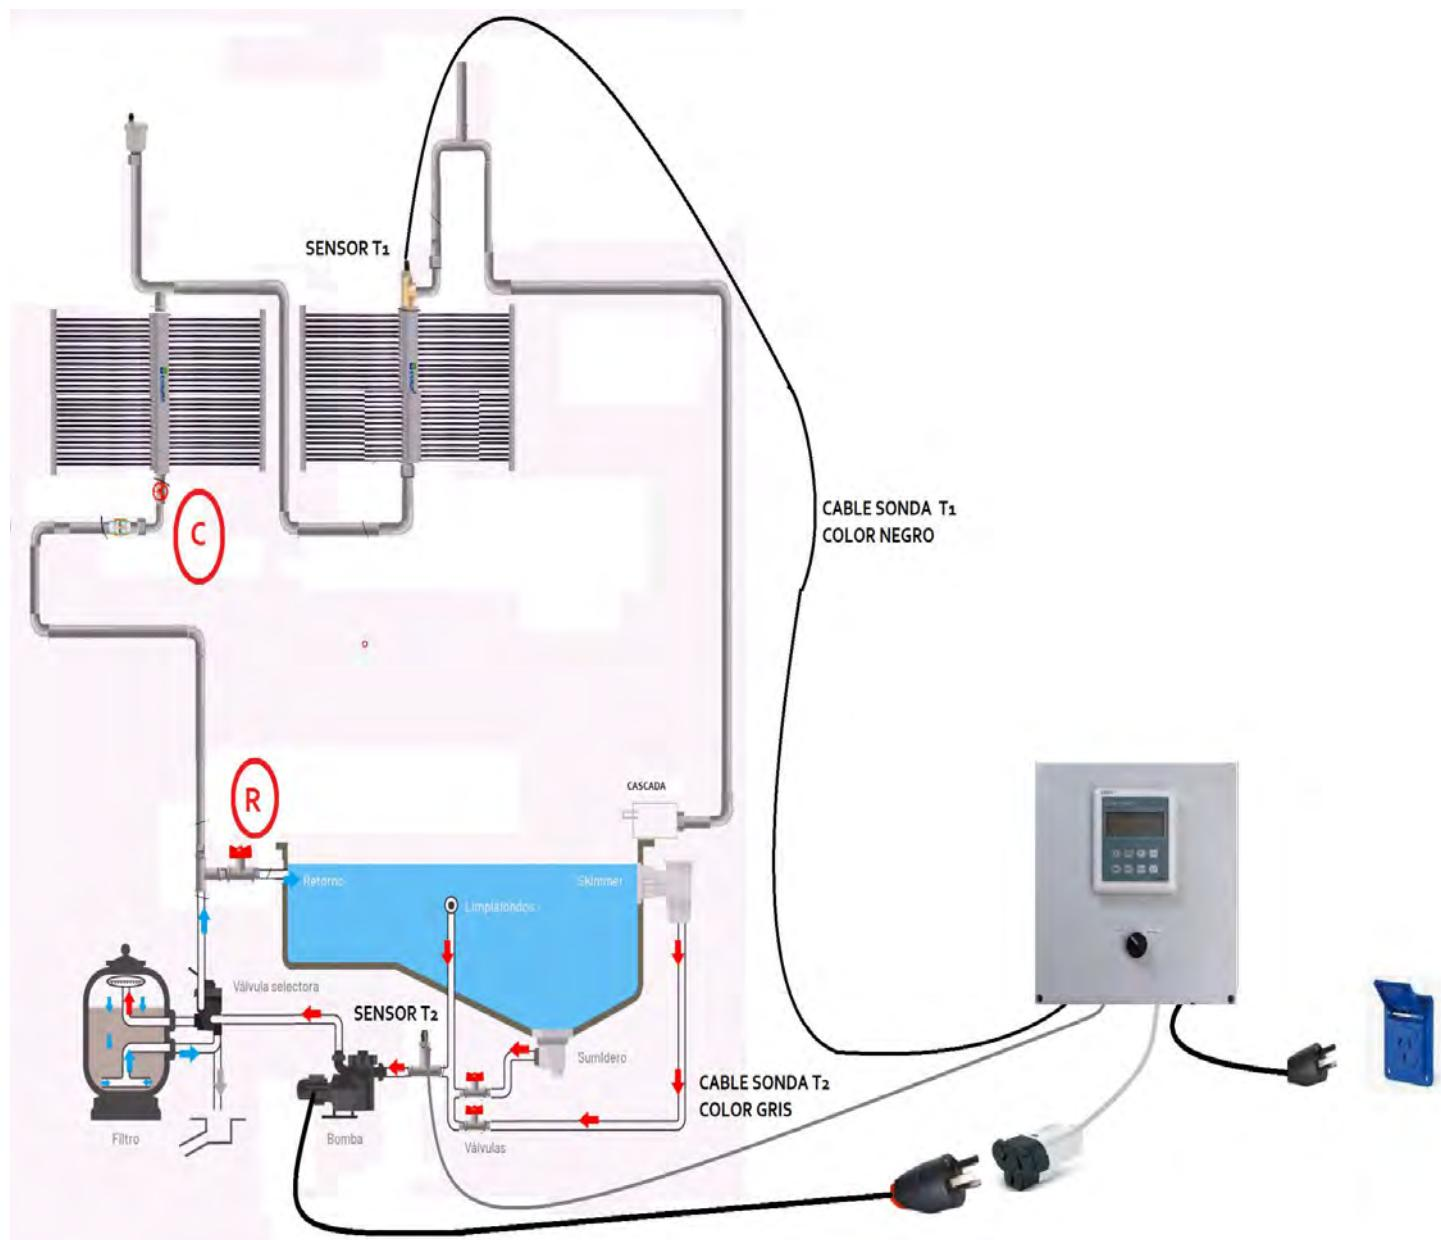

Imagen 6
La bifurcación del caudal se realiza en la tee instalada a la salida del filtro de bomba, previo a la válvula esférica . ( ver imagen 6 de la pagina )
- 1- Cerrar por completo la válvula  - ver imagen 6 de la pagina anterior y abrir al máximo la válvula